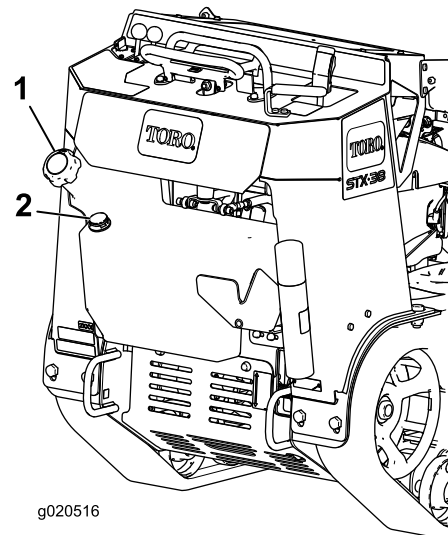

Figure 18
3. Nettoyez la surface autour du bouchon du réservoir et enlevez le bouchon (Figure 18).